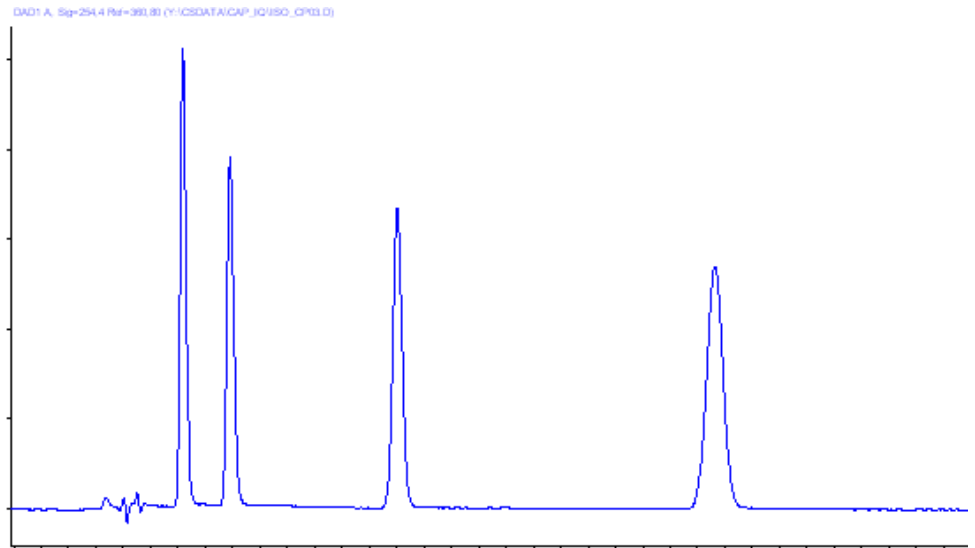

Abbildung 11 Chromatogramm
- 2 Vergleichen Sie das resultierende Chromatogramm mit dem in Abbildung 11 auf Seite 55 dargestellten typischen Chromatogramm.
Ein für diese Analyse typisches Chromatogramm ist in Abbildung 11 auf Seite 55 abgebildet. Das genaue Profil des Chromatogramms hängt von den chromatographischen Bedingungen ab. Abweichungen in der Qualität des Lösungsmittels, in der Säulenpackung, in der Standardkonzentration und in der Säulentemperatur können sich auf die Peakretention und die Response auswirken.